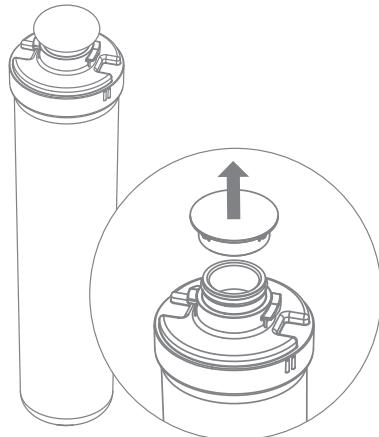

Рис. 2
- Удалите защитные колпачки с картриджей (рис. 2).